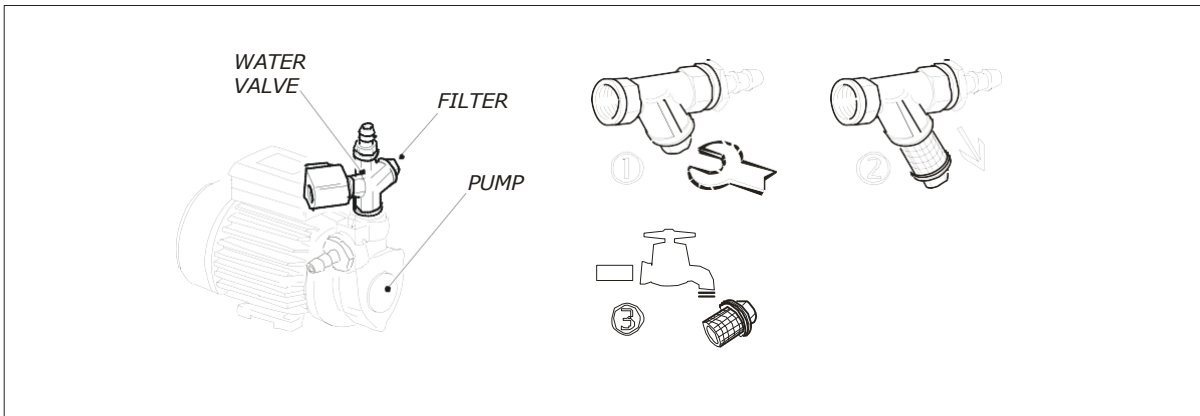

Рис. 3
2. Проводить очистку водного фильтра (рис. 3) согласно следующим инструкциям (о необходимости очистки фильтра сообщает значок на дисплее). См. "Очистка водного фильтра".
2. Отвинтите разъем фильтра с помощью ключа, как показано на рис.3;